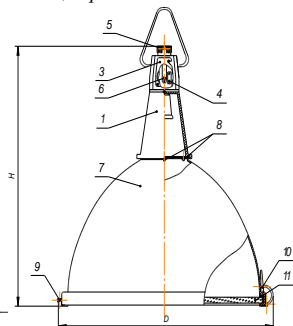

Рис. 1
- корпус в сборе, (бокс) Рис. 1